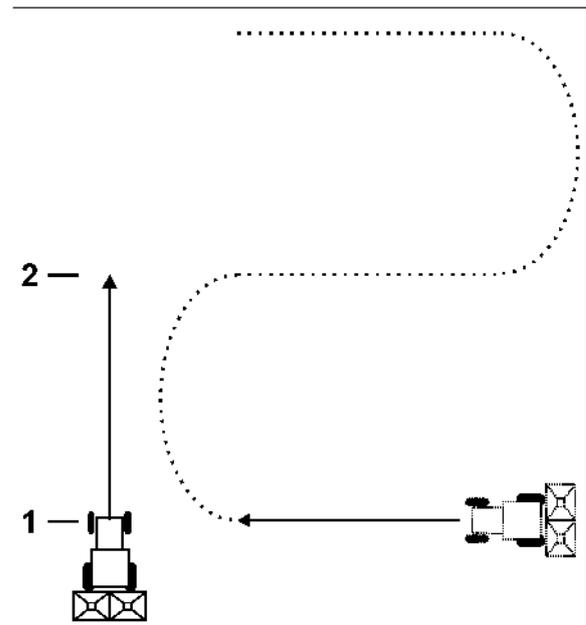

図 7
向きに移動し、トラクターのトレッド (図 7/1) の高さで キーを押
- ディスプレイが走行距離として作業幅を表示する場合 (図 7/2)、接続走行を開始します。